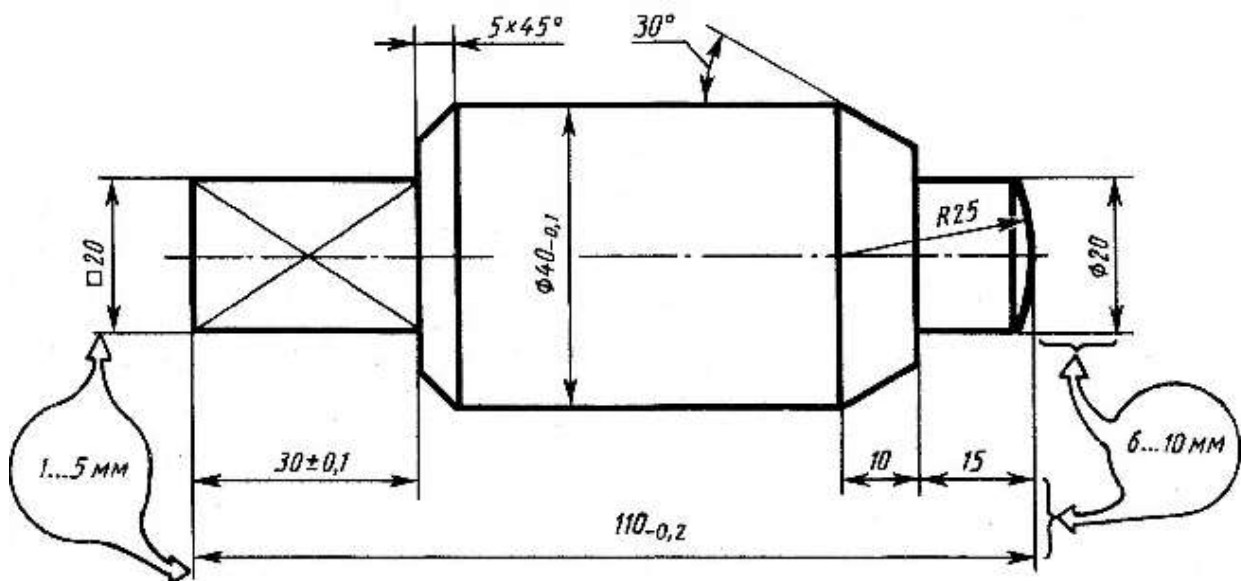

Рисунок 3. Пример нанесения размеров
- 1) рис 1; 2) рис. 2; 3) рис. 3; 4) рис 4; 5) рис 5;
1) рис.1    2) рис.2    3) рис.3    4) рис.4    5) рис.6